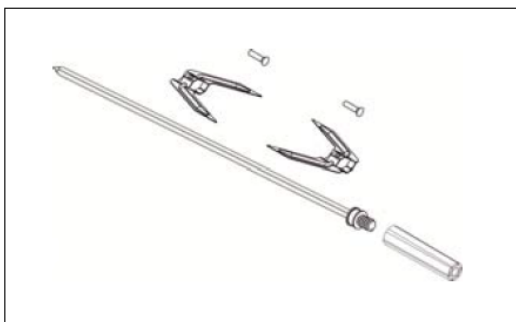

Рис. 7
- Если ваш прибор оборудован аксессуарами для вращения курицы, ослабьте болт на креплении V-образных деталей шампура (рис. 7), который следует продеть через курицу. После чего курица фиксируется при помощи V-образных деталей, болт завинчивается.